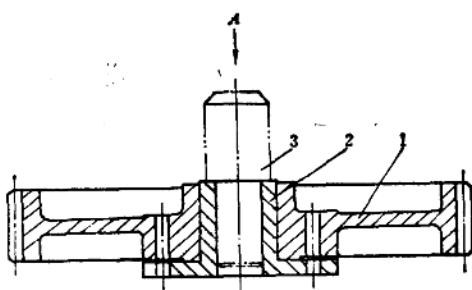

图8-1-17 轮毂拆卸
(4) 驱动轴Ⅰ的修理
① 轮毂外径与齿轮内孔研死的修理
b. 如轮毂与齿轮研得过死无法拉出时，可先将轮毂与齿轮一起拉出，再作一根有两级直径的轴，一级略小于轮毂孔径 $0.1\sim0.2\text{mm}$ ，长度不超过孔长，另一级轴径要小于齿轮孔径 2 mm 左右，长度要超过孔长 $20\sim30\text{mm}$ ，将此轴装入轮毂孔内，轴大端向下（轮毂带保险销孔端朝上）在特制的胎具上将齿轮垫平，高度要超过所使用的千斤顶和大端轴的长度之和，然后将齿轮与胎具用联接螺栓固定，用千斤顶将轮毂向上顶出，将研痕经修磨配制后再用（图8-1-17）。